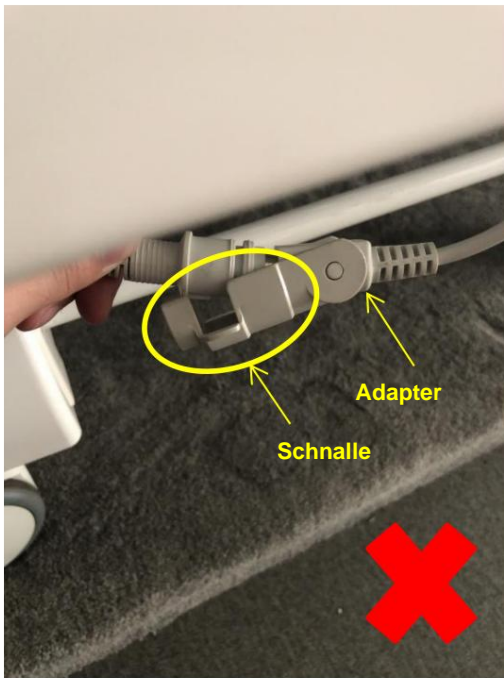

Abb. 2-2
B. Prüfmethode: Folgen Sie der Verbindungslinie des Trittbretts, finden Sie den Trittbrettadapter, siehe Bild 2-2;
C. Problembestimmung: Die Schnalle ist locker, verriegeln Sie die Schnalle wie in Abb. 2-2; die Stiftkerne sind verformt, richten Sie die Stiftkerne mit einem Schlitzschraubendreher aus und stellen Sie sicher, dass sie fest mit dem Adapter verbunden sind;